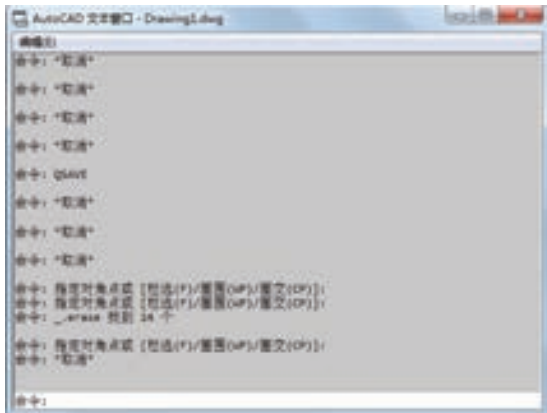

图 2-18 文本窗口
3) 对当前命令行窗口中输入的内容，可以按〈F2〉键用文本编辑的方法进行编辑，如图 2-18 所示。AutoCAD 文本窗口和命令窗口相似，它可以显示当前 AutoCAD 进程中命令的输入和执行过程，在执行 AutoCAD 某些命令时，它会自动切换到文本窗口，列出有关信息。